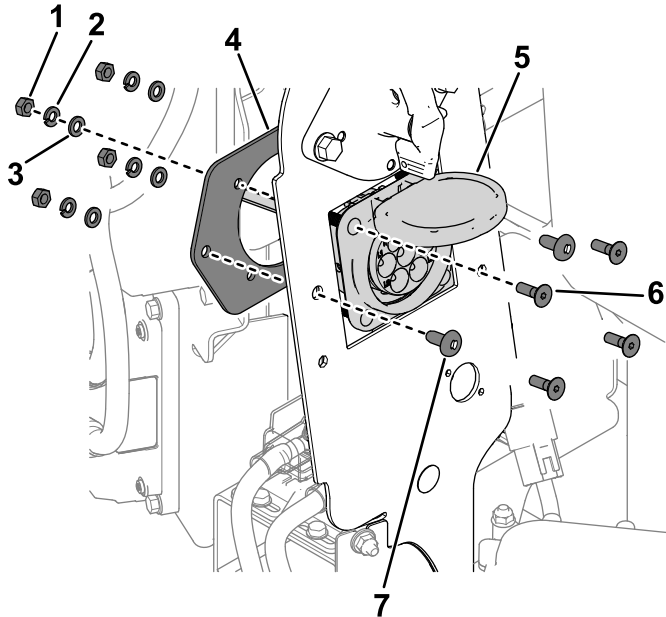

Figura 3
1. Utilizai 2 uruburi (5/16 inch) i uruburile, aibele i piuliile existente pe conectorul încărcătorului pentru a fixa conectorul i placa conectorului la panoul cadru (Figura 3).